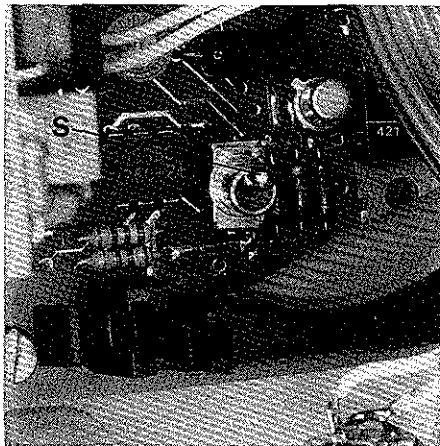

Fig.59A
**Hint:** Note the direction of rotation on the metering device when replacing a defective control box. Rotates the metering device contrary to the feeding direction of the sewing machine, the direction of rotation has to be changed with flip switch (S, Fig.59A) inside of the control box.
**Hinweis:** Achten Sie beim Austausch eines defekten Schaltkastens auf die Drehrichtung der Zumeßeinrichtung. Dreht sich die Zumeßeinrichtung entgegen der Transportrichtung der Nähmaschine, muß die Drehrichtung mit den Kippschalter (S, Fig.59A) innen im Schaltkasten geändert werden.